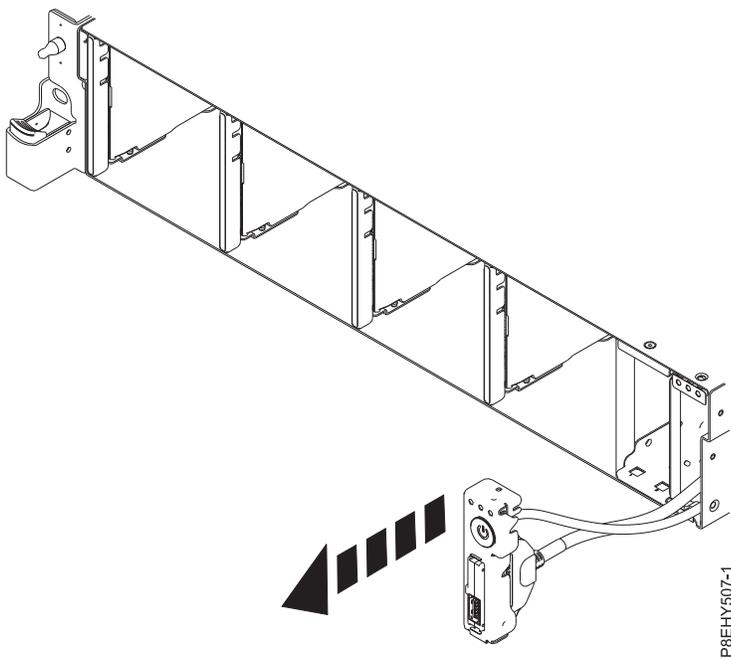

Figure 59. Retrait de l'interrupteur d'alimentation du système
9. Retirez l'interrupteur d'alimentation du système. Voir figure 59.